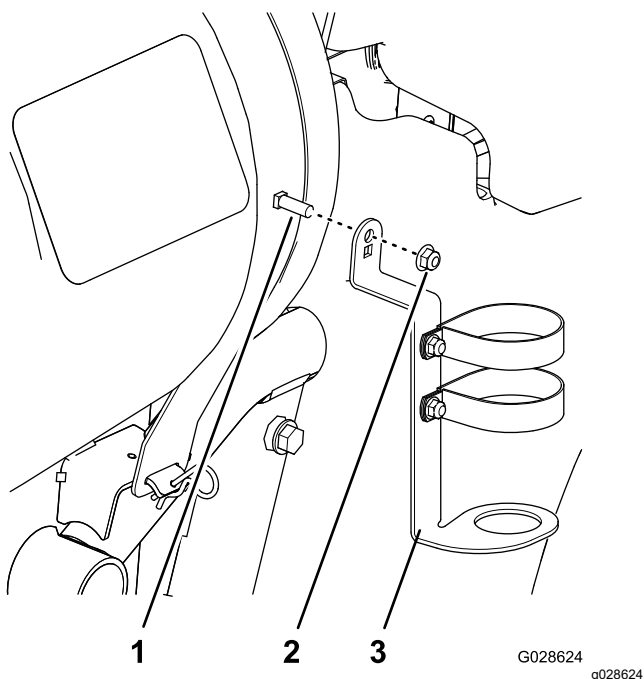

Figura 7
7. Retire a porca de bloqueio flangeada (3/8 pol.) no parafuso de carroçaria inferior exterior na cinta do depósito dianteira direita, monte o suporte da pistola pulverizadora no parafuso de carroçaria e fixe o suporte com a porca de bloqueio flangeada (Figura 7).